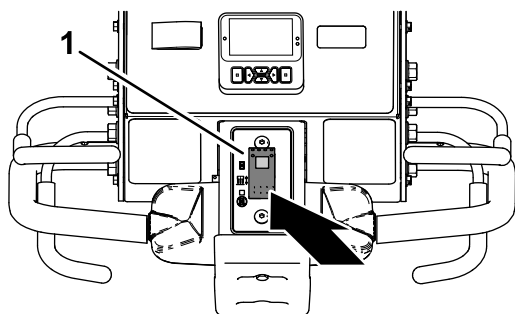

Figura 86
1. Pulse la parte inferior del interruptor de control de descenso (Figura 86) hasta la posición de DESCENSO INMEDIATO.